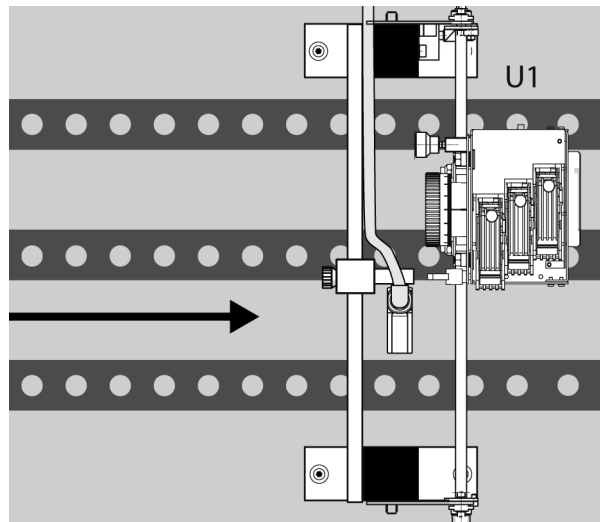

Abbildung 10: Montieren des Papiersensors
- Der Papiersensor muss vor der ersten Druckeinheit angebracht werden. Der Grund hierfür ist, dass die einzelnen Druckmedien den Papiersensor erreichen müssen, bevor sie zur ersten Druckeinheit gelangen. Ein Beispiel für die Transportrichtung von links nach rechts sehen Sie in Abbildung 10.